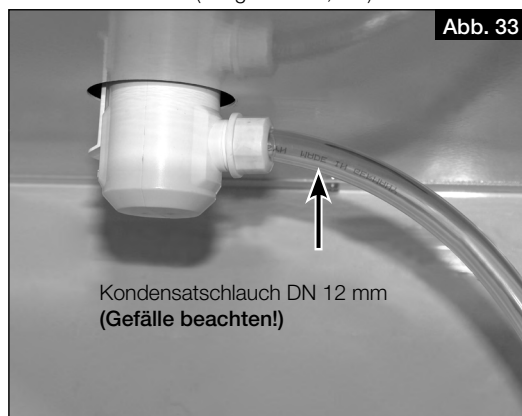

Abb. 33
6. Kondensatschlauch (Länge max. 1,5 m) an das Entwässerungssystem des Gebäudes anschließen (s. Abb. 33).